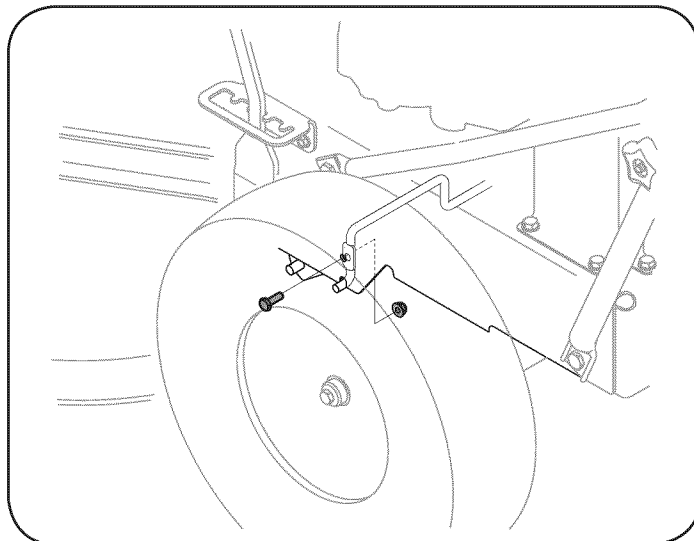

Figura 27
5. Extraiga el tornillo y la tuerca de brida que sujeta la varilla del guardacorrea al lado izquierdo del bastidor de la cortadora. Vea Figura 27.
3. Retire el guardacorrea como se ha indicado antes en esta sección. Consulte la Figura 27.